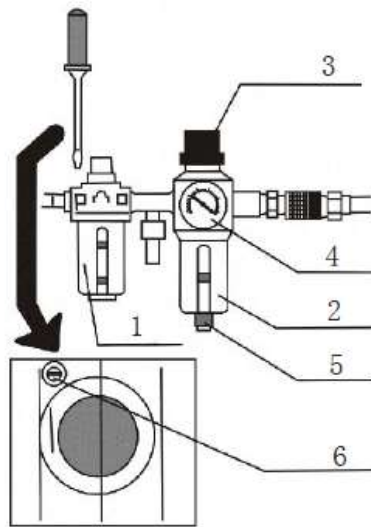

Abb. 14
HINWEIS: Beachten Sie hierzu Abb. 14! Öler (1), Luftfilter (2), Druckregler (3)
- Beachten Sie dabei die Druckanzeige (4). Nach der Einstellung des Betriebsdrucks drücken Sie den Knopf nach unten, um ihn zu sichern.
- Der Luftfilter (2) filtert Wasser und Unreinheiten aus der Druckluft. Wenn Wasser und Unreinheiten über den roten Strich hinaus gelangen, öffnen Sie das Auslassventil (5), um diese ablaufen zu lassen.
- Der Öler (1) wird für die Zugabe einer bestimmten Schmierstoffmenge ins Gas für die beweglichen Teile von Zylinder und Regler gebraucht. Pedal C drei bis fünfmal durchdrücken und ein Tropfen Schmierstoff fließt in den Hohlraum im Regler. Sollte dies ausbleiben, kann man die Stellschraube einstellen.